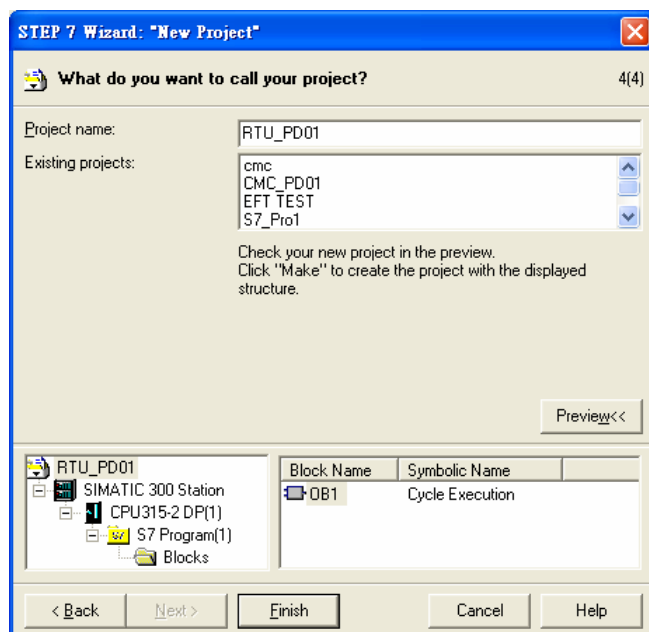

图 10-7
6. 如图 10-7 所示，在 Project name 栏内输入工程文件的文件名，输入后点击『Finish』按钮。